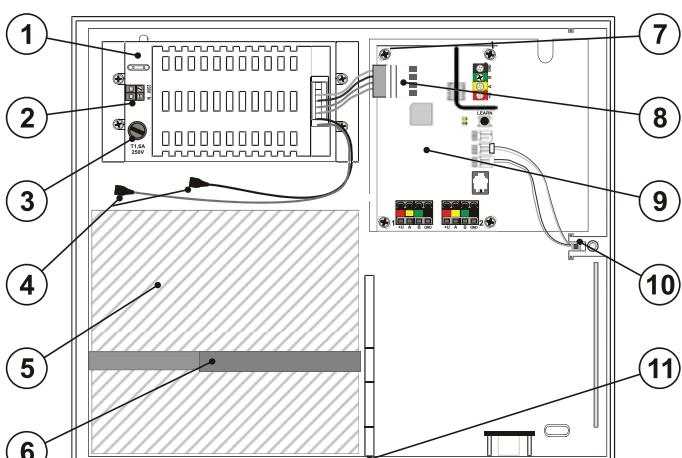

Figure 3:
1. Percer les orifices dans le boîtier PLV-CP-L (11) en plastique pour les câbles du BUS et d'alimentation.
2. Installer le contact de sabotage arrière (10).
4. Installer l'alimentation JA-83PWR (1) et le module d'amplification (9) à l'intérieur du boîtier et fixer avec 4 vis (7) à la position indiquée sur la figure 3.
5. Brancher le contact de sabotage avant et arrière (10) dans les connecteurs (17) sur le module. Bloquer toutes les entrées de sabotage inutilisées par un cavalier (les broches sont à côté de chaque connecteur sur le côté gauche).
6. Brancher le câble du BUS à partir de la centrale (13) et les câbles de sortie du BUS (18).
7. Brancher le connecteur d'alimentation (8) à la borne (12) et brancher la batterie de secours. Fixer la batterie de secours à l'aide de la sangle préparée (6). Attention à la polarité (rouge +, noir -). La durée de vie typique de la batterie de secours est de 4 ans.
8. Brancher l'alimentation du secteur aux bornes N et L (2) et allumer.